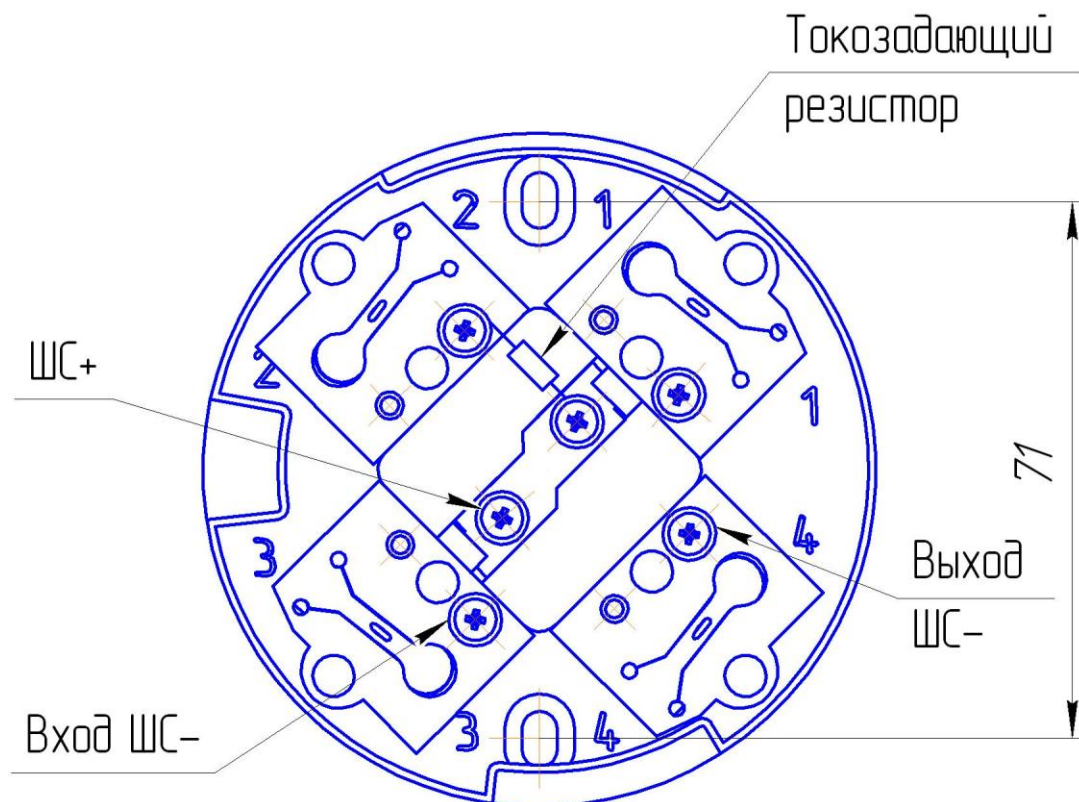
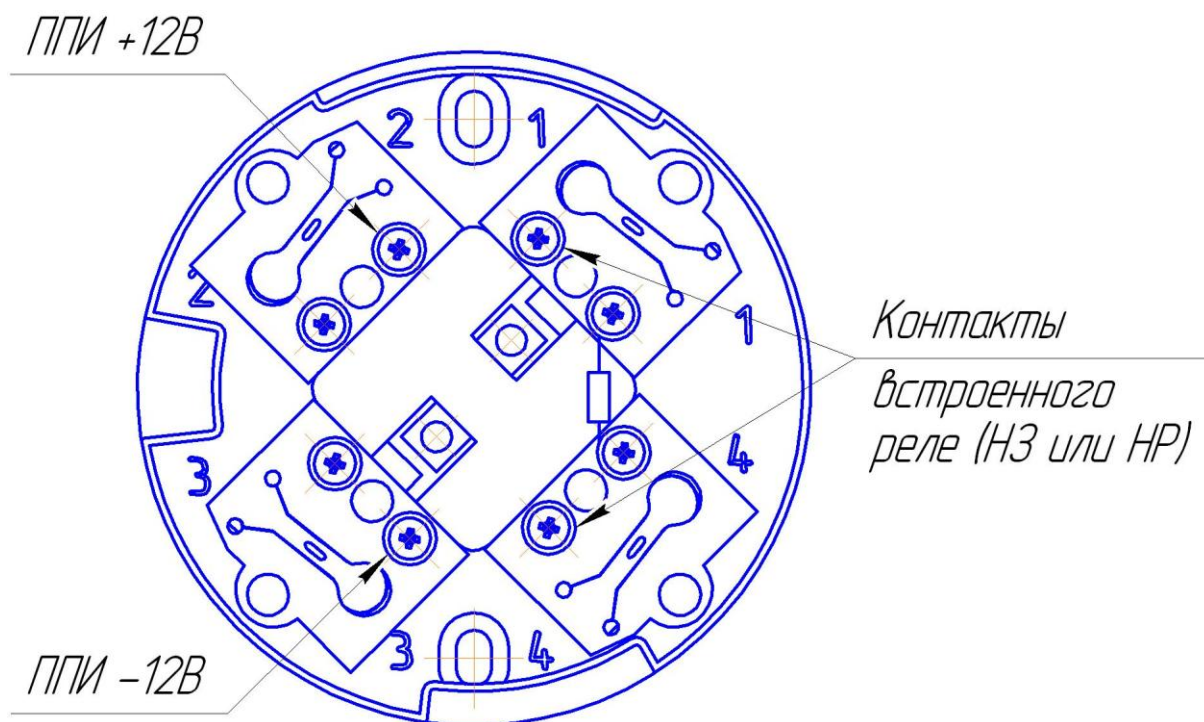

Рис. 2. Розетка извещателя. Общий вид и расположение контактов
Рис. 3. Назначение контактов для извещателей с релейным выходом.
5.4 Расположение и назначение контактов розетки для извещателей с бесконтактным выходом приведено на рис. 2, с релейным выходом – на рис. 3.
- разметить места установки дюбелей согласно рис. 2;